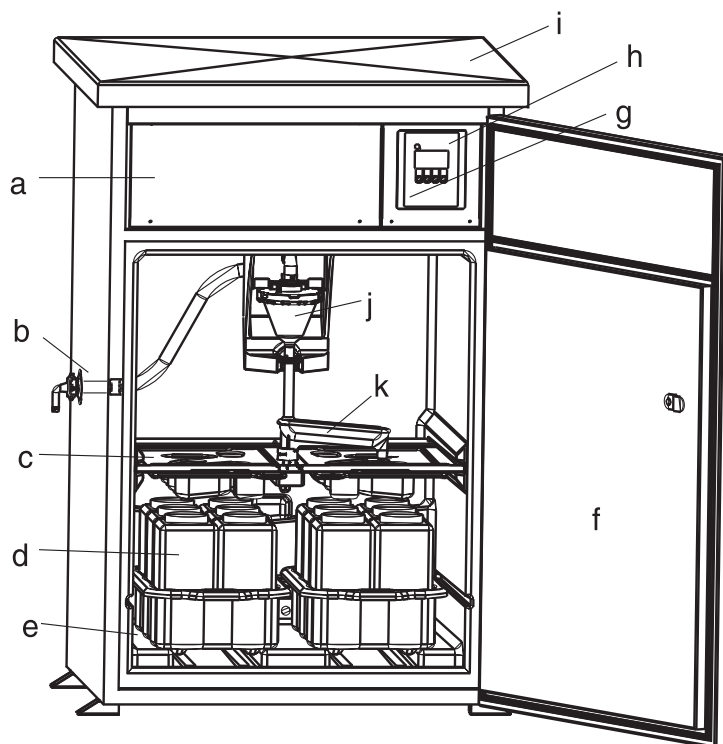

Fig. 2: ASP Station 2000 - Prospetto del montaggio
3. Avvitare il tubo di prelievo al raccordo dell'apparecchiatura (v. fig. 2, punto d).